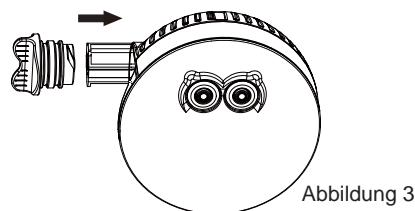

Abbildung 3
3. Setzen Sie das Batteriegehäuse (**2**) wieder richtig in das LED-Lampengehäuse ein (siehe Abbildung 3).